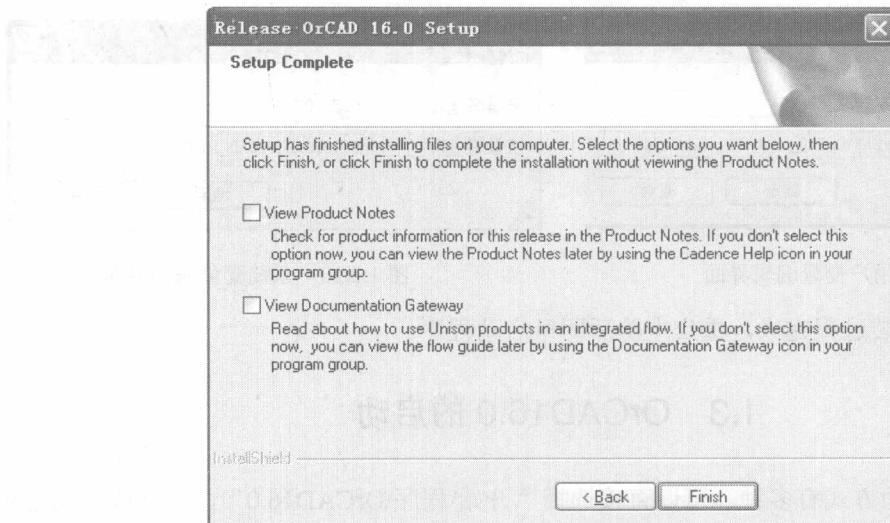

图 1.2.16 安装完成界面
(13) 出现安装完成的对话框，如图 1.2.16 所示，单击 Finish 按钮。